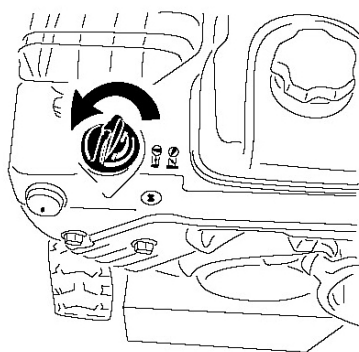

Рисунок 22.
5. Поверните воздушную заслонку в положение Choke (Рис. 22).